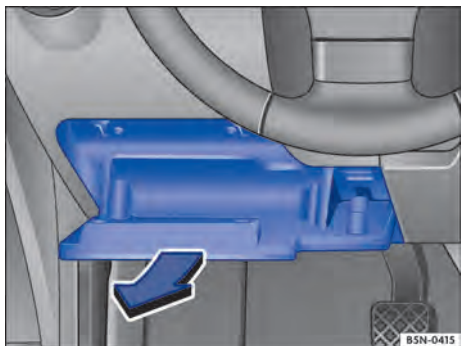

Fig. 233 No lado do condutor do painel de instrumentos: cobertura da caixa de fusíveis.
- Abrir o porta-objetos e puxar com força para trás, no sentido da seta ⇒ Fig. 233.